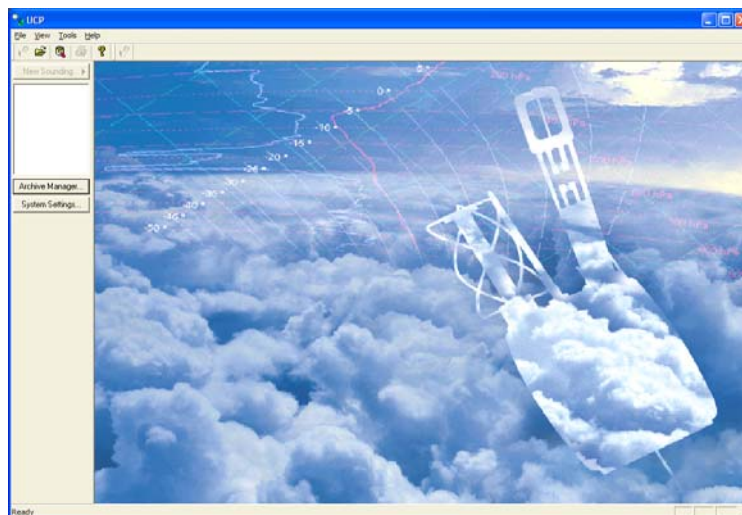

图 3: DigiCORA III 初始屏幕
25. 到 BBSS 计算机，如果尚未运行，则开始 DigiCORA III 程序。您会看到以下屏幕（图 3）。
26. 如果屏幕 (图 3) 没有显示，双击桌面上的 DigiCORA 图符。